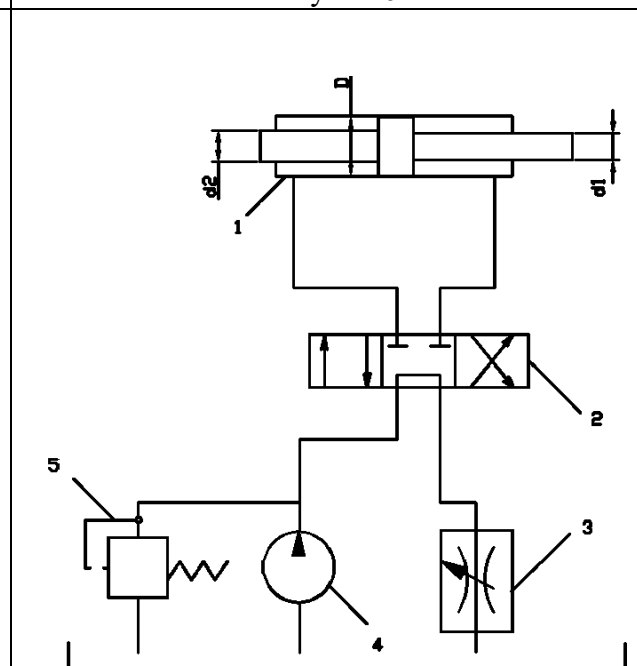

Рисунок 8
8. В объемном гидроприводе (рис. 8) при постоянной подаче  $Q_n = 8$  л/мин насоса 4 гидродроссель 3 настроен так, что при движении поршня гидроцилиндра 1 вправо расход